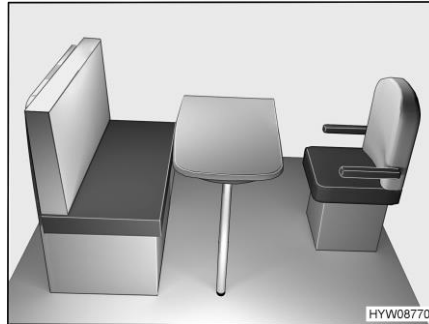

Fig. 72 Antes de la transformación
- Girar el asiento del conductor hacia la mesa (Fig. 72).